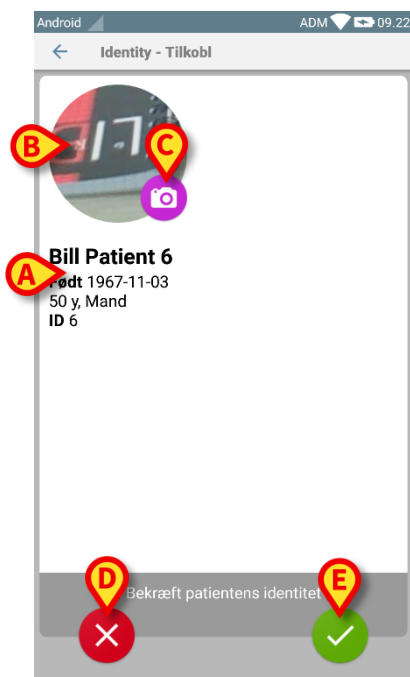

Fig 133
En skærm viser brugeren de vigtigste oplysninger om patienten og et billede af patienten (hvis tilgængeligt; hvis dette ikke er tilfældet, vises et generelt ikon – Fig 133):
- Patientens navn, fødselsdato, alder, køn, identifikationskode (Fig 133 **A**).
- Billede af patient (Fig 133 **B**).
Såfremt der mangler et billede af patienten, er det muligt at tage et nyt ved at berøre knappen i Fig 133 **C**. Når det nye billede er taget, er det muligt at ændre det for at vælge udsnit, som er egnet til den detaljerede skærm til visning af patienten. Fig 131 viser skærmen på et udstyr med høj opløsning (dvs. ikke et Myco 1/2).
Endelig er det muligt at slette billedet af patienten ved at berøre det længe. Brugeren kan afvise eller bekræfte den foreslåede identifikation af patienten ved at berøre henholdsvis knapperne i Fig 133 **D** eller Fig 133 **E**. Hvis identifikationen af patienten afvises, slettes proceduren. Hvis brugeren har opdateret billedet af patienten, og identifikationen af patienten afvises, afvises opdateringen af billedet af patienten også.